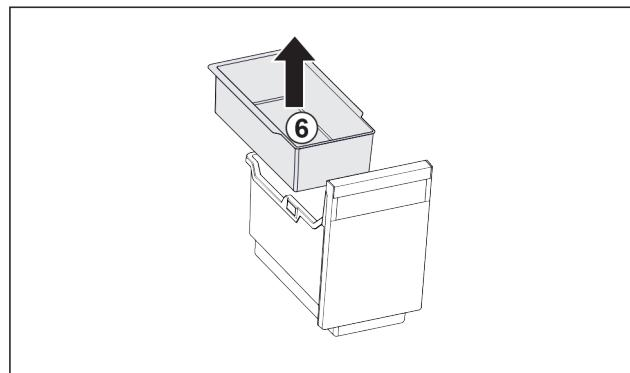

Fig. 34
- Вийняти підвісний лоток Fig. 34 (6).